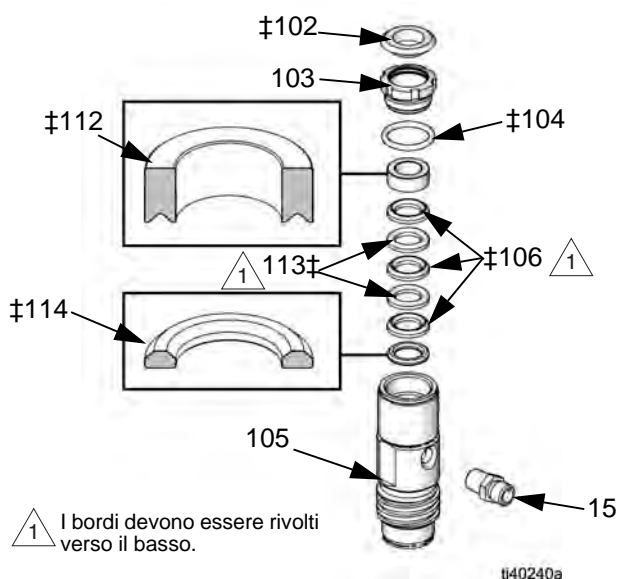

FIG. 9: Guarnizioni della ghiera a V
Modelli di guarnizione a V: FIG. 9
- Installare le guarnizioni V in ordine alternato. Iniziare con la guarnizione in UHMWPE blu (106‡) quindi con quella in cuoio (113‡). Vedere FIG. 9.